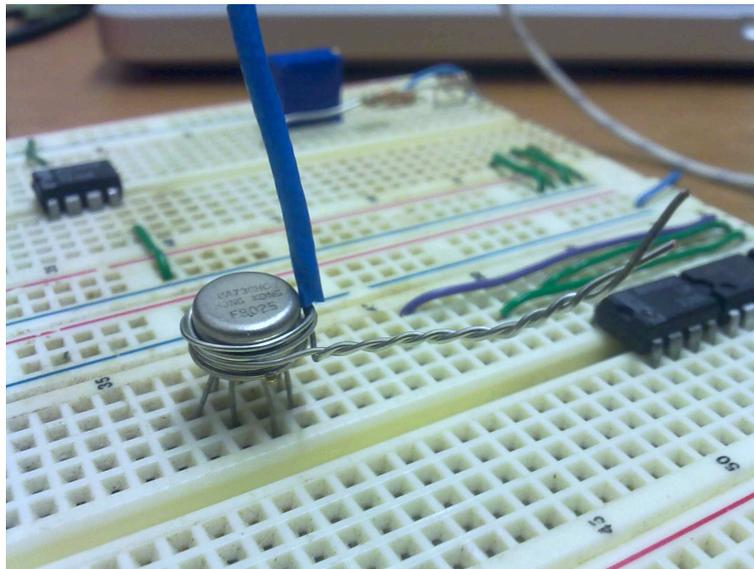

Figura 4: Detalle del alambre de cobre enrollado sobre el transistor con el termopar.
5. Una el termopar al transistor enrollandolo a la carcasa externa con un alambre de cobre como se muestra en la Figura 4 y utilice un cautín para incrementar la Temperatura del transistor